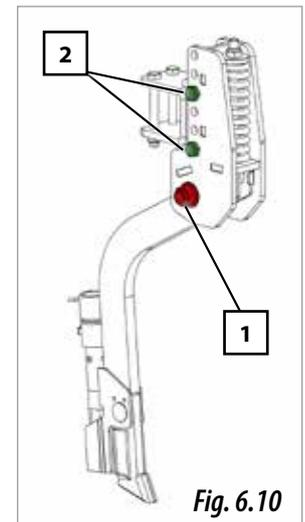

Fig. 6.10
- BRAS DE SEMIS RÉGLABLES EN HAUTEUR (Fig. 6.10)
Ces bras sont fixés au support à l'aide d'une vis SOLÀ (1, Fig. 6.10), pourvue d'un écrou autobloquant qui contrôle le jeu du bras en intervenant dessus.
Ces bras sont réglables en 3 points en profondeur (Fig. 6.10), permettant de baisser les bras jusqu'à 4,5 cm, pour régler leur hauteur:
- 1- Enlever les vis et les écrous (2, Fig 6.10).